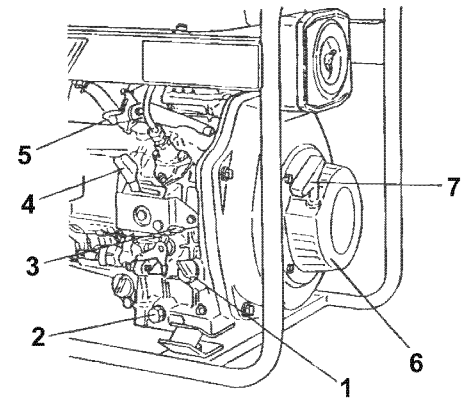

Рис. 53
Чтобы заменить (проверить или долить) масло выполните следующую процедуру. (Рис. 53)
1. Снимите крышку маслосаливной горловины (Рис. 53, (1)) (масляный щуп).
2. Выкрутите пробку масляного поддона (Рис. 53, (2)), чтобы слить масло. (Сливайте, когда двигатель работает на холостом ходу.)
- Опустите рычаг останова (Рис. 53, (3)) и установите рычаг регулировки (Рис. 53, (4)) в положение STOP (СТОП) (влево).
- Опустите рычаг сброса давления в положение сброса давления (Рис. 53, (5)).
- Потяните ручку (Рис. 53, (7)) ручного стартера (Рис. 53, (6)), чтобы прокрутить коленчатый вал приблиз. 10 раз.